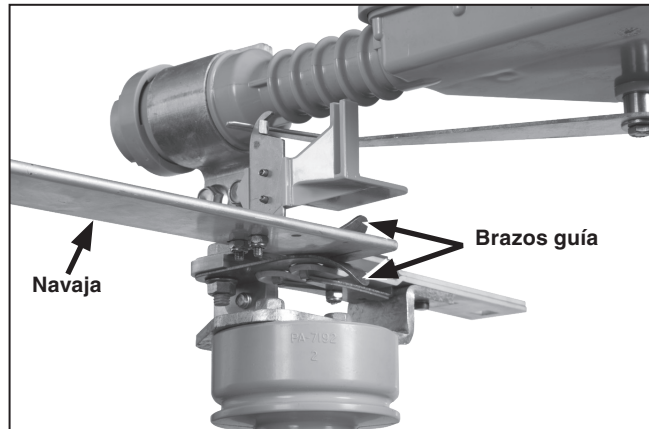

Figura 36. Durante el cierre, asegúrese que la navaja entre en los brazos guía por el centro.
- (b) La navaja se debe acercar hacia los brazos guía del contacto de la mordaza por el centro. Ver Figura 36.